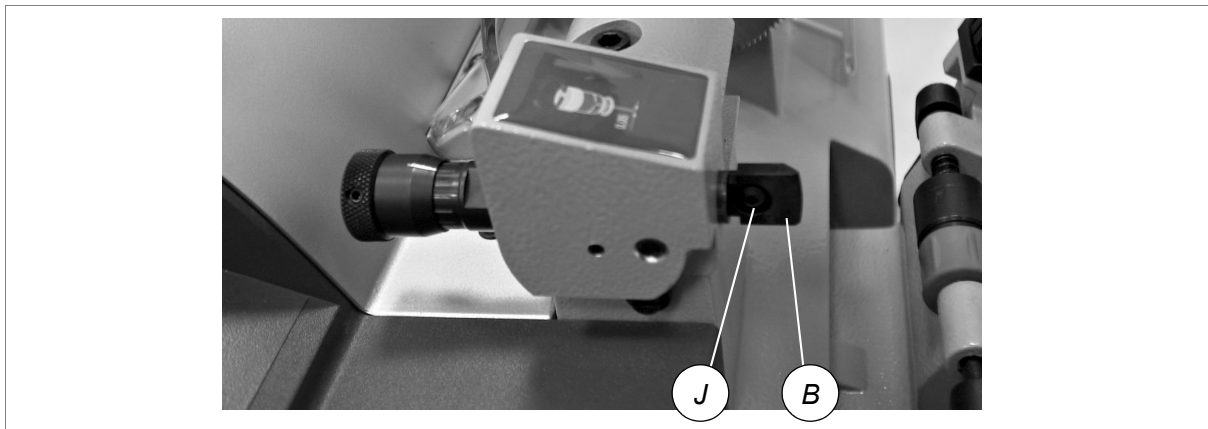

Fig. 27
- 2) Draai de schroef (J) volledig los en verwijder de taster (B) (fig.27).
- 3) Plaats de nieuwe taster en bevestig hem met de schroef (J).